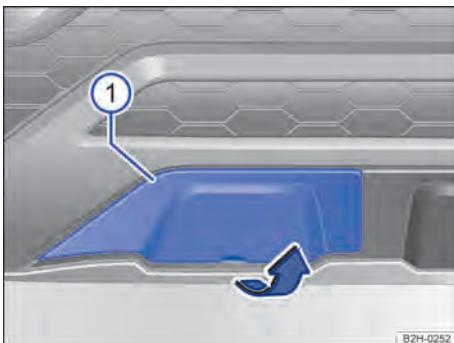

Fig. 208 No para-choque dianteiro à direita: cobertura.
O alojamento da argola de reboque rosqueável se encontra na parte dianteira direita do para-choque sob uma cobertura → Fig. 208 ①.
- Segurar no entalhe da cobertura e remover a cobertura no sentido da seta → Fig. 208.